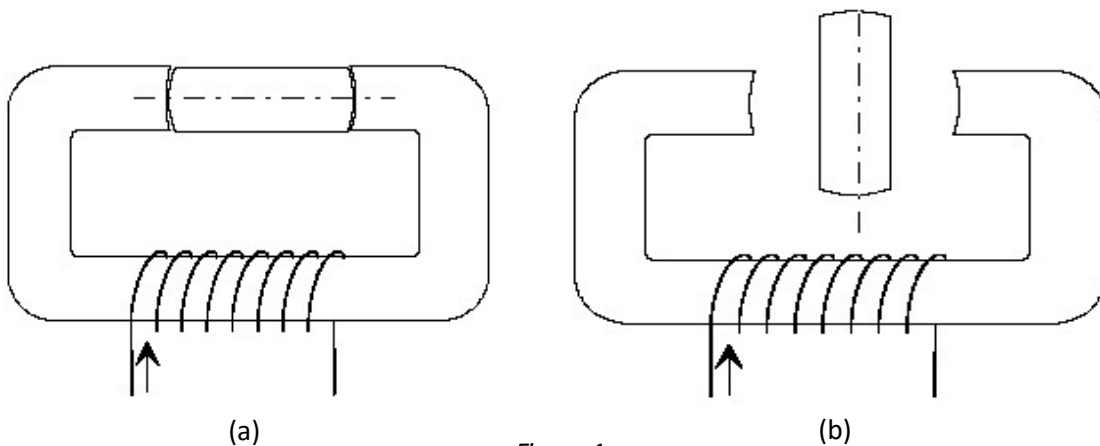

Figure 1
Le stator d'une MRV est constitué de plusieurs phases électriquement indépendantes. Le rotor de la machine ne comporte aucun enroulement. Chaque phase est constituée par deux enroulements mis en série autour des pôles statoriques diamétralement opposés. Une structure élémentaire avec une phase est représentée sur la figure 1.
- **La position de conjonction** (figure 1.a) : pour laquelle les axes des dents statoriques et rotoriques sont alignés. Dans cette position l'inductance de la phase alimentée est maximale (position de flux maximum).
- **La position d'opposition** (figure 1.b) : quand l'axe de la dent rotorique est disposé de façon à rendre l'inductance minimale. Cette inductance est minimale autour de la position d'opposition. Elle croît lorsque les dents rotoriques et statoriques se rapprochent et décroît lorsqu'elles s'éloignent.
- 1- Tracez la variation de l'induction magnétique ainsi que les lignes de flux pour un contour défini dans l'entrefer pour les deux cas de la figure 1.
- 3- Calculez l'énergie magnétique dans les différentes parties du circuit magnétique pour les deux cas de la figure 1.